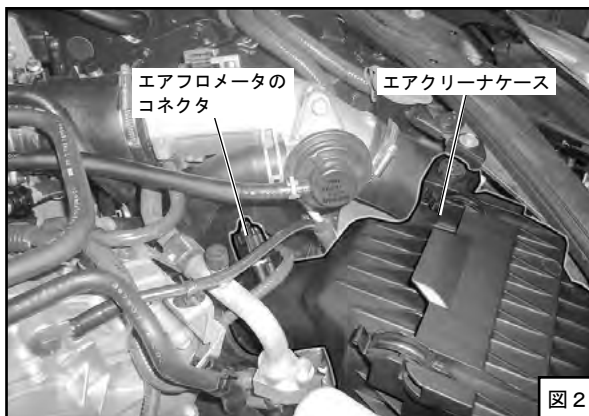

図 2
- (3) エアフロメータのコネクタを外してください。(図 2)
- (4) ボルトを外し、エアクリーナケースを取外してください。(図 2)